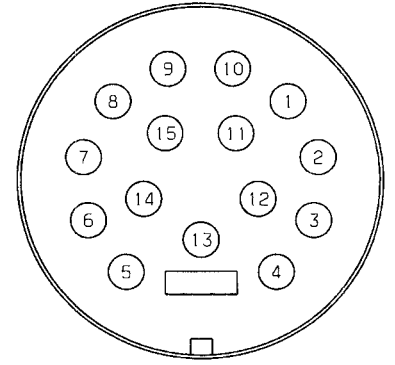

Fig.57-1
- 15-pin socket (ISO 12098)(Fig.57-1)